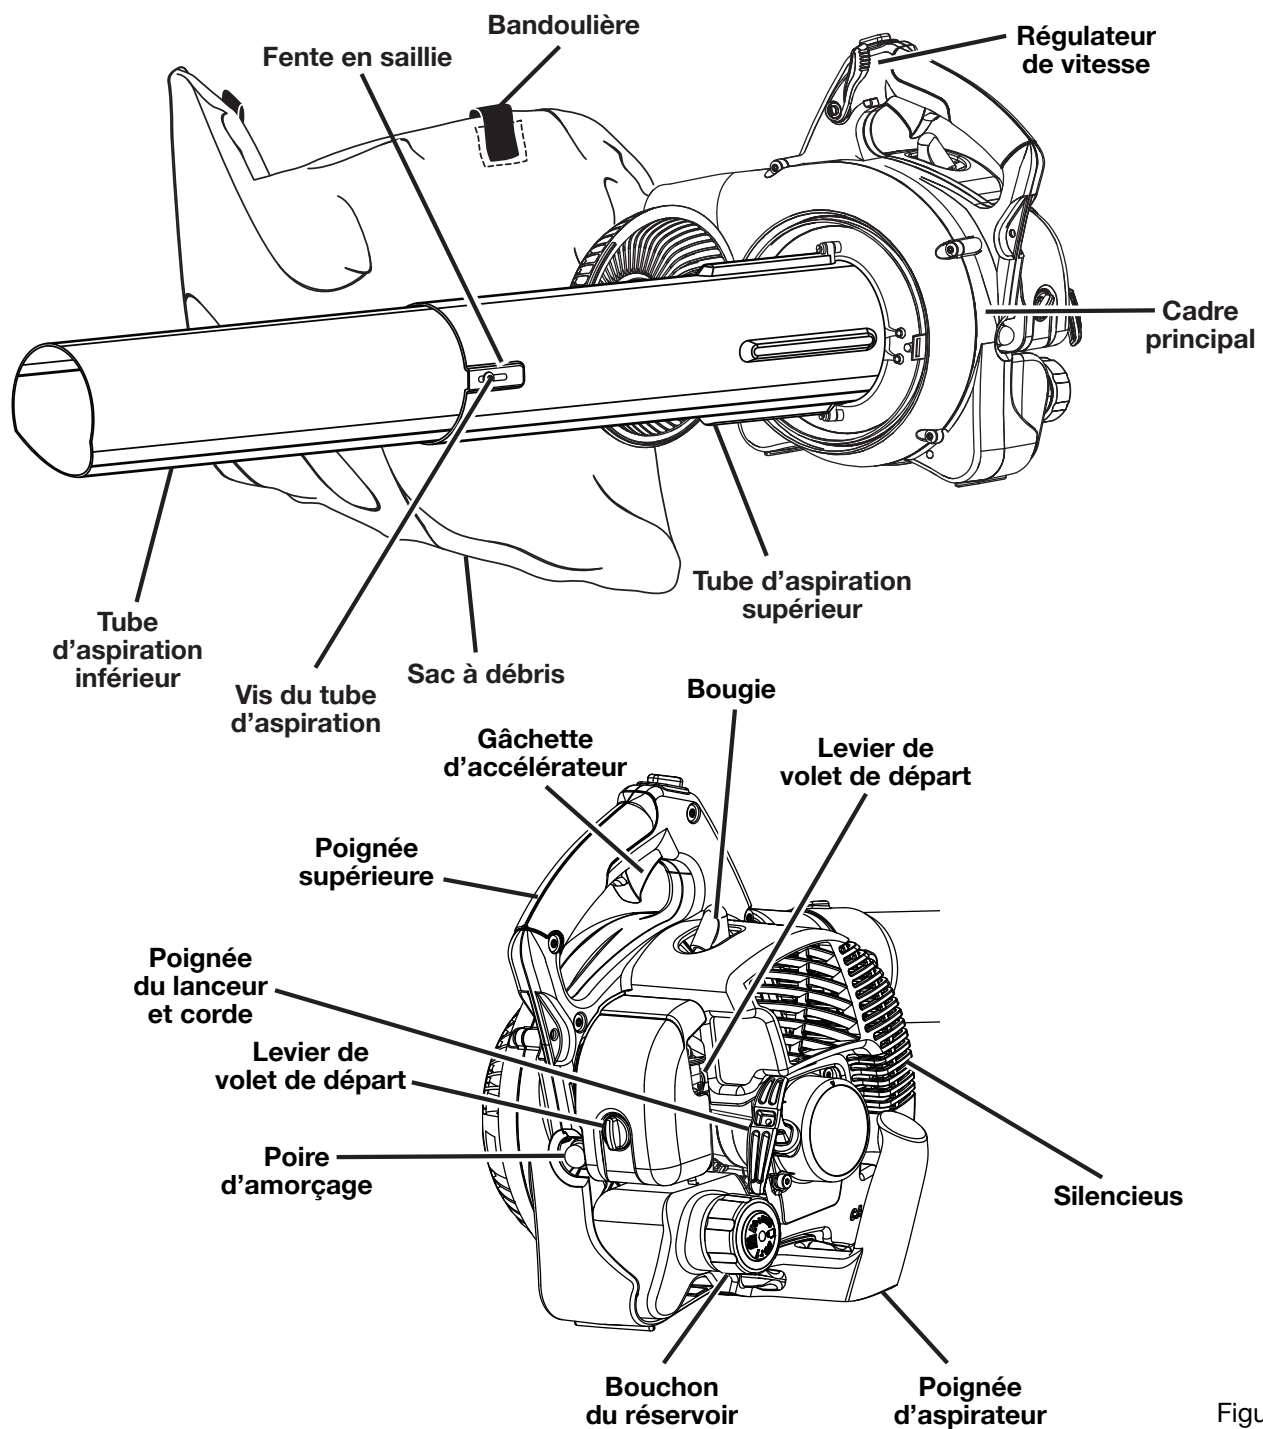

Figure 1
Voir les figures 1 et 2.
2. Taper l'ensemble des tubes sur le sol, jusqu'à ce que les trous de vis du tube inférieur soient visibles dans les fentes du tube supérieur. Assujettir les tubes avec les vis fournies. Voir la figure 1.